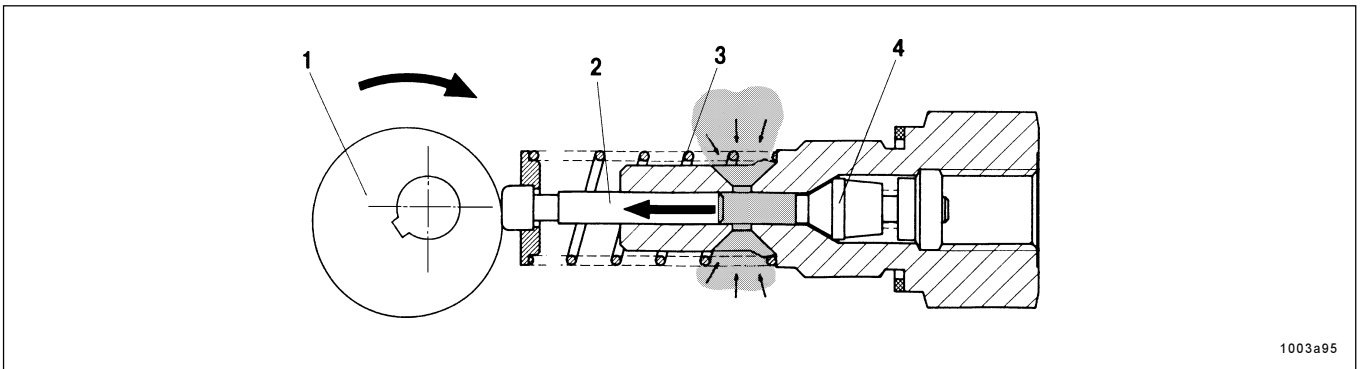

Abb. 7 - Pumpenelement saugt an
- Der Elektromotor treibt den Exzenter (1, Abb. 7, 8) an.
- saugt der Kolben 2 Schmierstoff aus dem Behälter an, siehe Abb. 7.